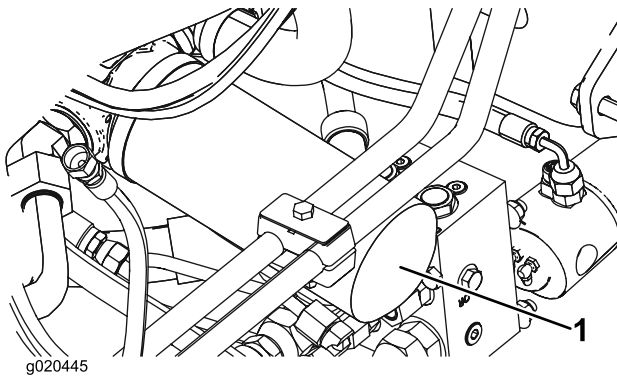

Figure 69
2. Nettoyez la surface autour des surfaces de montage des filtres. Placez un bac de vidange sous le filtre et enlevez le filtre (Figure 69).